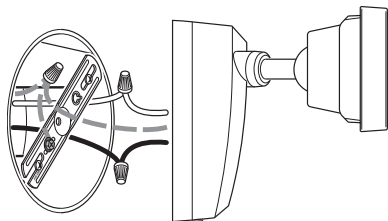

Figura 2
3. Conecte todos los cables de tierra al cable flexible sujetado al tornillo verde de tierra (Vea la figura 2).
4. Conecte los cables de la caja de empalme con los cables del aparato de luz, como se muestra. Tuérazalos juntos y asegúrelos con un t (vea la Figura 2).